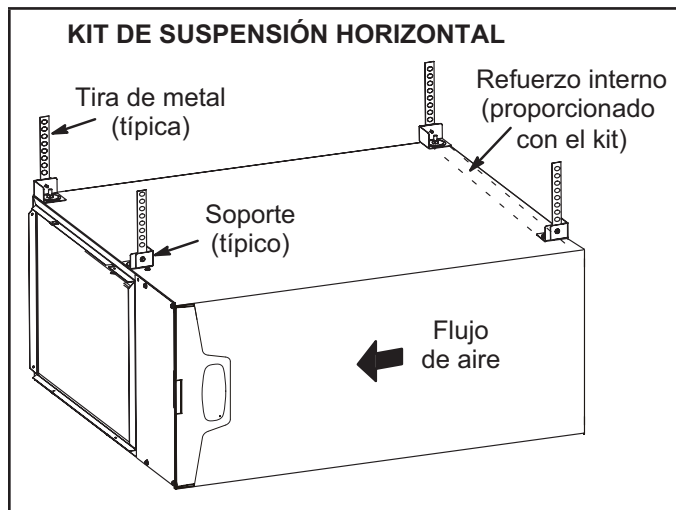
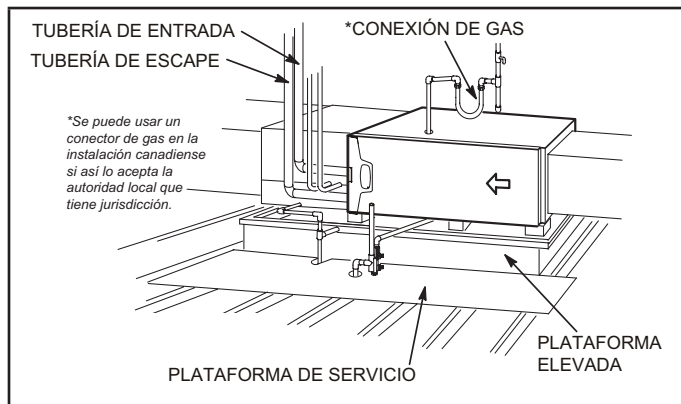

FIGURA 18
FIGURA 19
Este calefactor puede instalarse ya sea en un ático o en un espacio entre plantas. Ya sea cuelgue el calefactor de los travesaños del techo o de las vigas del piso, tal como se muestra en la FIGURA 18, o instale el calefactor sobre una plataforma, tal como se muestra en la FIGURA 19. Se puede ordenar un kit de suspensión horizontal (51W10) de Lennox o usar un equivalente.
- 2 - Construya un marco de madera elevado y cúbralo con una lámina de madera terciada. Si la unidad se instala arriba del espacio acabado, instale un colector de drenaje auxiliar debajo de la unidad. Coloque la unidad en el colector de drenaje como se muestra en la FIGURA 19. Deje un espacio de mantenimiento de 8 pulgadas debajo de la unidad para la trampa de condensado.